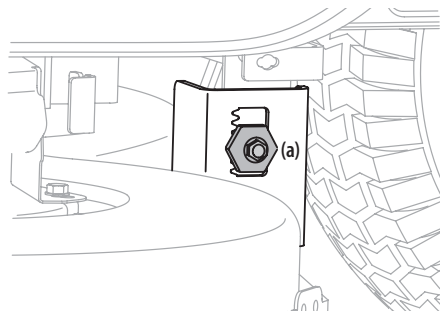

Figure 25
3. Un boulon de réglage se trouve sous chaque aile arrière, près des roues. Voir Figure 25.
4. Desserrez le boulon (a) fixé au support gauche du plateau de coupe, sans le retirer. Voir Figure 25.
6. Serrez le boulon (a) du support gauche du plateau de coupe une fois l'ajustement désiré atteint. Voir Figure 25.